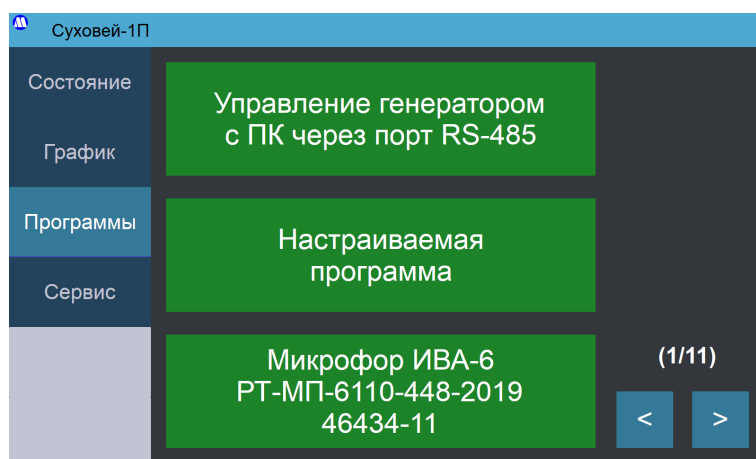

Рисунок 12 – Экран «Программы» на генераторе Суховей-1П.
- 6.3.8.1. Запустите на нем программу «Управление генератором с ПК через порт RS-485» (Рисунок 12) на вкладке «Программы». Сделать это можно в любой момент – до запуска программы MicroforSetup, в процессе опроса заводских номеров либо после этого.
7.3.11.8. При использовании генератора Суховой-1П запустите на нем программу «Управление генератором с ПК через порт RS-485» (Рисунок 12) на вкладке «Программы». Сделать это можно в любой момент – до запуска программы MicroforSetup, в процессе опроса заводских номеров либо после этого.